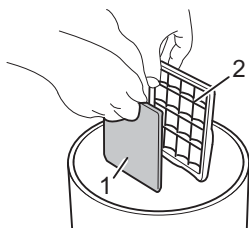

Abb. 23
3. Trennen Sie den Motorschutzfilter (Abb. 23/1) vom Filterhalter (Abb. 23/2) über einem Mülleimer.